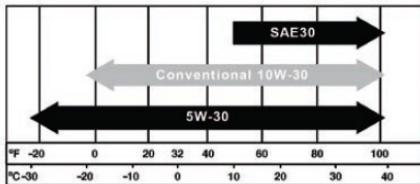

Figura 17 - Aceite recomendado
1. Utilice únicamente el aceite de motor especificado en la Figura 17.
6. Seleccione el aceite de motor adecuado según se especifica en Figura 17.